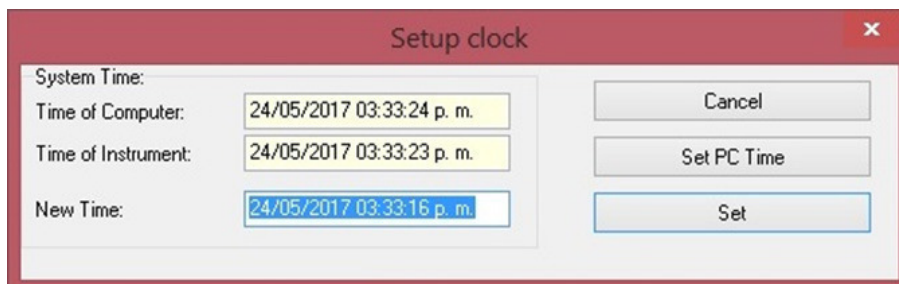

FIGURA 16. FORMULARIO “SETUP CLOCK”.
- Hacer clic en “Setup clock”. Aparecerá el formulario “Setup clock” (Figura 16) mostrando la fecha/hora del instrumento, la fecha/hora de la PC y un caja de texto “New Time:” para introducir una nueva fecha/hora para el instrumento. En caso de que se desee hacer coincidir la fecha/hora del instrumento con la de la PC, se deberá hacer clic en el botón “Set PC Time”.